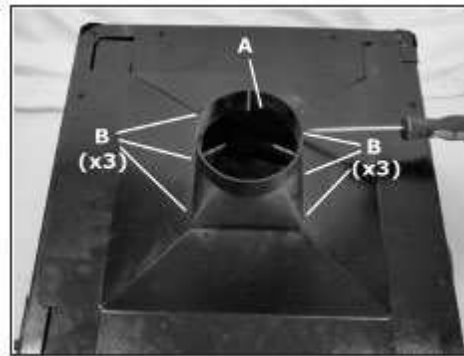

Рис. 11
8. Прикрепить две плиты основания В (рис. 11, А) к корпусу станка винтами М5х10 (рис. 11, В).